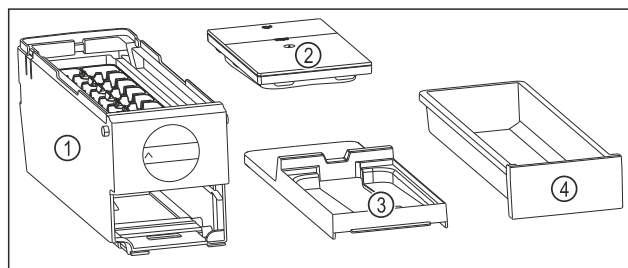

Fig. 199 Sastavni dijelovi sustava EasyTwist-Ice
- EasyTwist-Ice je rastavljen u četiri dijela. (pogledajte Fig. 199)
- Sustav EasyTwist-Ice rastavite samo u dijelove prikazane slikom. (pogledajte Fig. 199)
- Tijelo sustava EasyTwist-Ice Fig. 199 (1) čistite kao cjelinu.